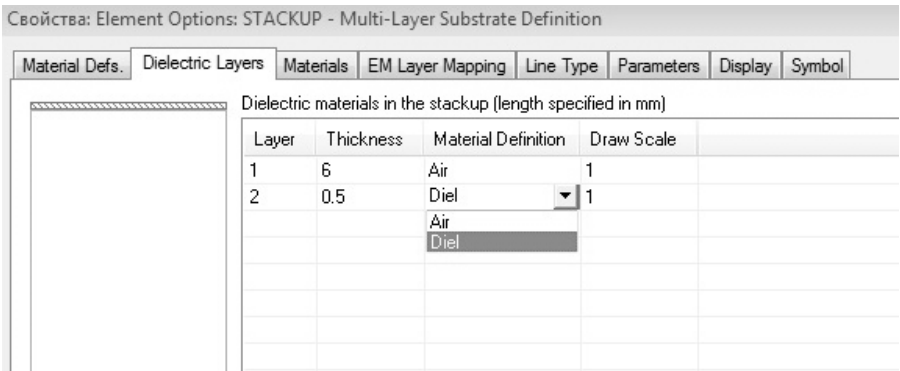

Рис. 3.6
2. На вкладке **Dielectric Layers** для слоя **1 (Air)** введите толщину (**Thickness**) **6**. Добавьте слой **2**, для которого введите толщину **0.5** и тип диэлектрика (**Material De...**) – **Diel1** (рис. 3.6).